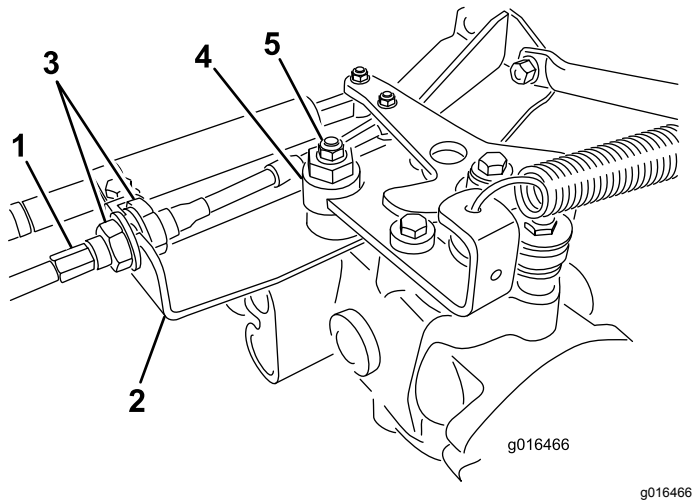

Bild 47
- A. Lösen Sie beide Klemmmuttern, mit denen der Fahrtriebs-Bowdenzug am Schott am Hydrostat befestigt ist (Bild 47). Achten Sie darauf, dass die Klemmmuttern gleichmäßig gelockert sind und eine ausreichende Einstellung ermöglichen.
Hinweis: Lösen Sie die Mutter, mit der der Exzenter oben am Hydrostat befestigt ist (Bild 47).
- E. Ziehen Sie die Mutter fest, wenn sich das Rad nicht mehr dreht, um den Exzenter und die Einstellung zu arretieren (Bild 47).
- G. Ziehen Sie die Sicherungsmuttern, mit denen der Bowdenzug am Schott befestigt ist, gleichmäßig von der Innenseite des Schotts fest (Bild 47). Verdrehen Sie nicht den Bowdenzug.